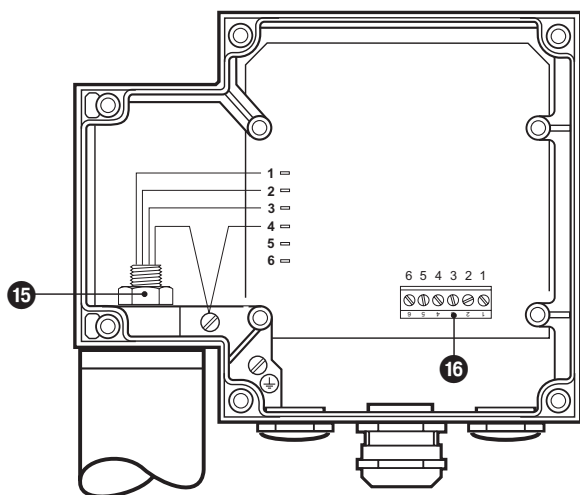

Fig. 15
2. Lossa muttern **15** med U-nyckel NV 19. Skruva inte av den! **Fig. 15**